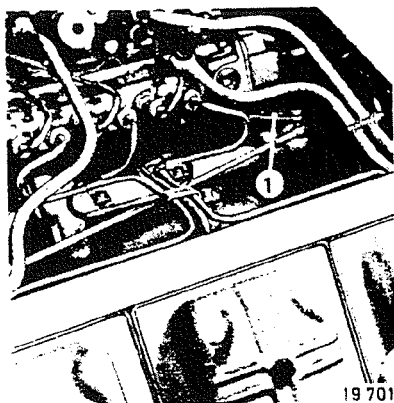

Рис. 6
2. Рычаг регулятора 1 (см. рис. 6) вручную или при помощи ножного привода переместить на 1/4 полного хода.